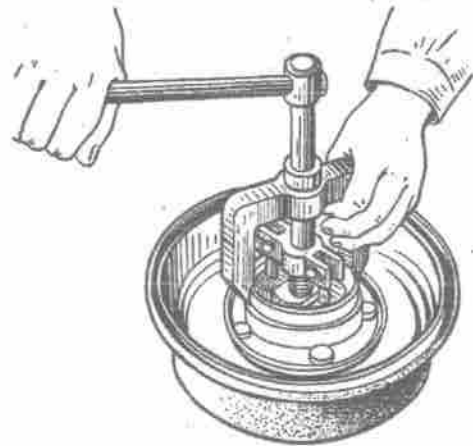

Bild 194. Abziehen des Außenrings des äußeren Radnabenlagers
5. Außenring des äußeren Lagers mit Hilfe eines speziellen Absiehers abziehen (Bild 194).